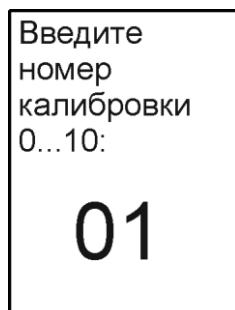

Рисунок 9 — Выбор текущей калибровки
- кнопками (\uparrow , \downarrow) ввести номер калибровки (рисунок 9);
2.9.1 Для ускорения выбора текущей калибровки служит кнопка (\uparrow) при появлении на дисплее соответствующей пиктограммы функциональной кнопки. Ее нажатие сразу приводит к появлению окна выбора калибровки (рисунок 9).